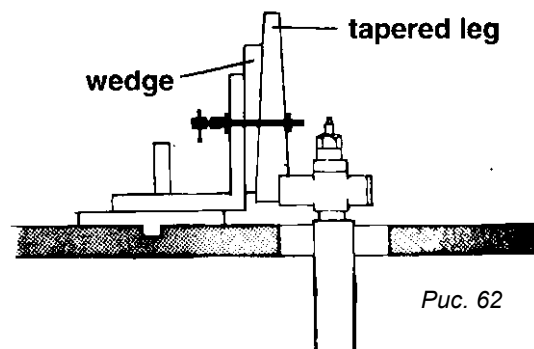

Рис. 62
**Отметьте:** Если нога сужается, используйте клин, чтобы установить сторону, оказывающуюся перед фрезой в вертикальном положении под углом 90 градусов, как показано на рис. 62.